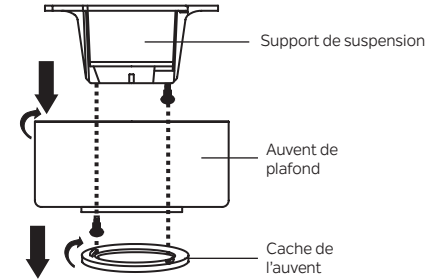

Fig. 5
Étape 1. Retirez le couvercle inférieur décoratif de l'auvent en le tournant dans le sens inverse des aiguilles d'une montre. (Fig. 5)
Étape 2. Retirez le support de montage au plafond de l'auvent en retirant et en conservant l'une des deux vis. Desserrez la vis restante d'un demi-tour. (Fig. 5)